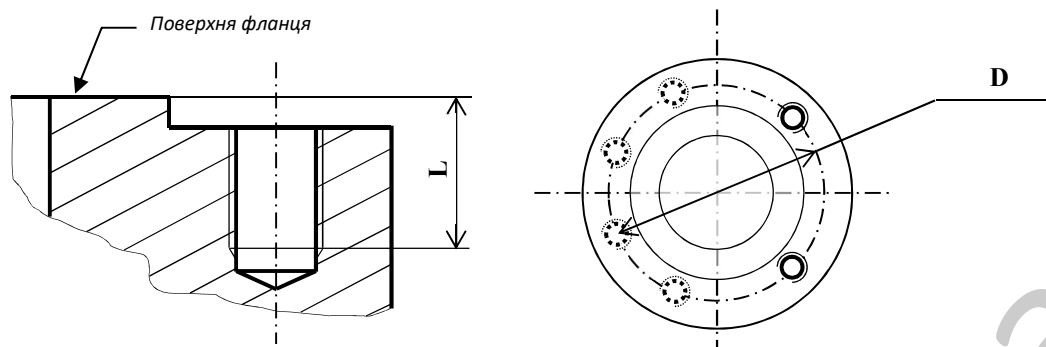
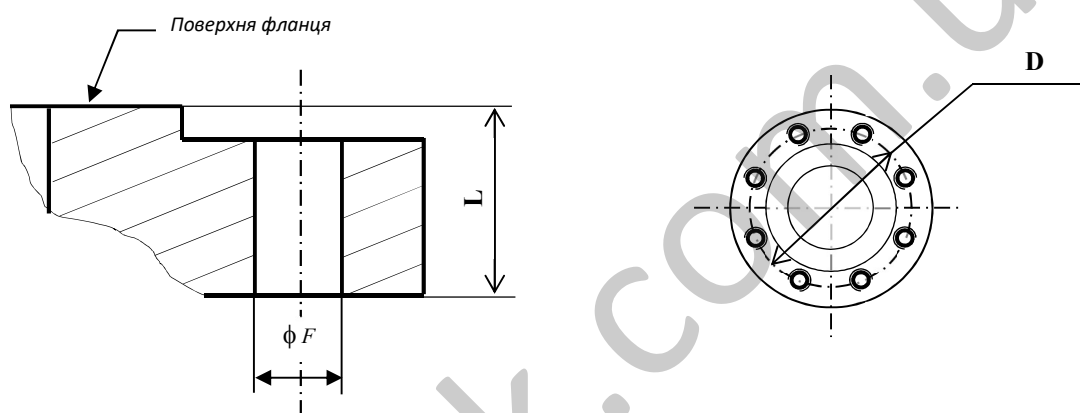

Рисунок 11. Параметри фланцевих з'єднань лічильників з номінальними діаметрами до 100 мм включно.
Рисунок 12. Параметри фланцевих з'єднань лічильників Delta™ S3F з номінальними діаметрами 150 мм.
- 2.8. Параметри фланцевих з'єднань лічильників (рис. 11 і рис. 12) наведені в таблиці 9.